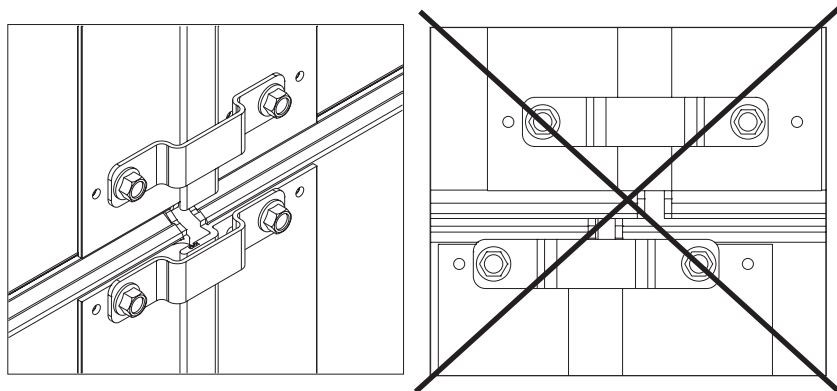

Рис.33
- установить промежуточную секцию, совместив плоскости проема нижней и промежуточной секции (рис. 33);